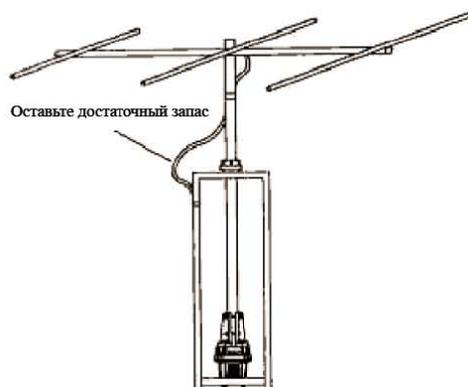

Рисунок 8
11. Оставьте достаточный запас коаксиального кабеля, чтобы антенна могла поворачиваться на все 450° диапазона вращения, при этом не натягивая коаксиальный кабель (см. Рисунок 8). Зафиксируйте коаксиальный кабель на опоре, используя для этого изоляционную ленту и / или кабельные бандажи, стойкие к ультрафиолетовому излучению.